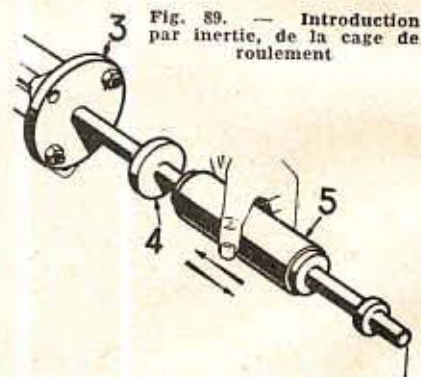

Fig. 89. — Introduction par inertie, de la cage de roulement
- Introduire la cage de roulement à l'aide de la masse (5) jusqu'à ce que la rondelle (4) soit en butée contre la plaque (3) (fig. 89).